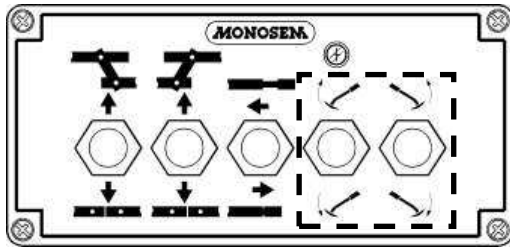

Fig. 1
- 6 ► Avec le boîtier de commande (fig.1), actionner la descente du rayonneur voulu. Effectuer le deuxième passage de semis.
- 6 ► With the control panel (fig. 1), activate lowering of the desired furrower. Carry out the second sowing run.
- 6 ► Mit dem Bediengerät (Abb. 1) den gewünschten Spuranzeiger absenken. Den zweiten Saatkurs machen.
- 6 ► Met de bedieningsunit (fig. 1) de gewenste daling van de vorenpakker activeren. De tweede zaaikurs uitvoeren.